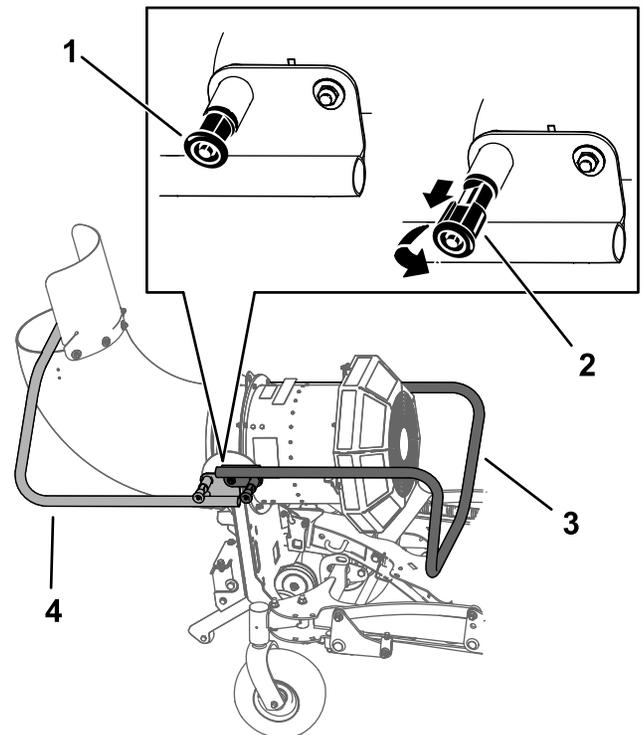

Figure 22
- Sortez les goupilles de verrouillage de la béquille de chaque côté de la machine, tournez-les de 90 degrés pour les désengager et levez la béquille (Figure 22). Engagez les boutons pour que les goupilles s'enclenchent en position.